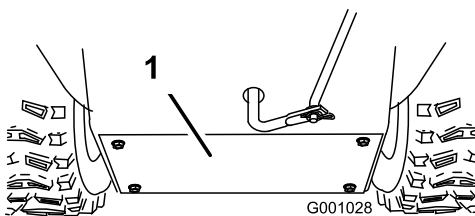

**Bild 34**
Schmieren Sie die Sechskantwelle mit Kfz-Öl leicht einmal pro Jahr ein (Bild 34).
**Wichtig:** Achten Sie darauf, dass kein Öl auf das Gummirad oder die Aluminium-Abriebsplatte gelangt, da der Fahrantrieb sonst rutscht (Bild 34).